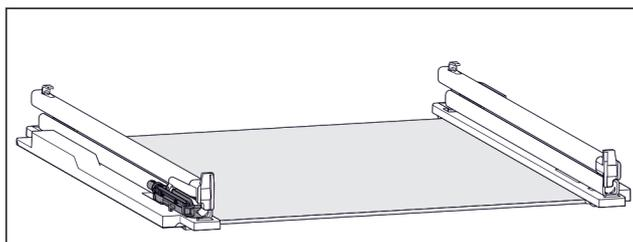

Fig. 130 Узел амортизатора
- Узел амортизатора крепится на левой направляющей. (см. Fig. 130) На правой направляющей узел амортизатора не крепится.